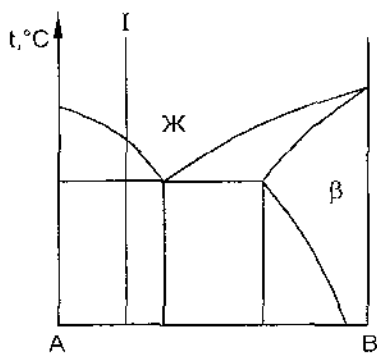

Рисунок 1
1. Из каких кристаллов состоит эвтектика сплава I (рисунок 1)?
2. Что представляют собой кристаллы β (рисунок 1)?